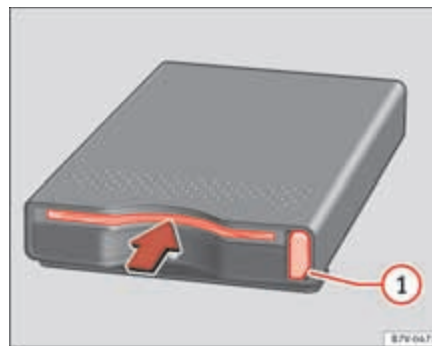

Fig. 128 En la guantera, en el lado del acompañante: Lector de tarjetas para peaje.
Encender el sistema de radionavegación e introducir una tarjeta ETC apropiada en el lector de tarjetas para peaje ⇒ fig. 128 (flecha).
Pulse la tecla ⇒ fig. 128 ① para extraer la tarjeta para peajes.